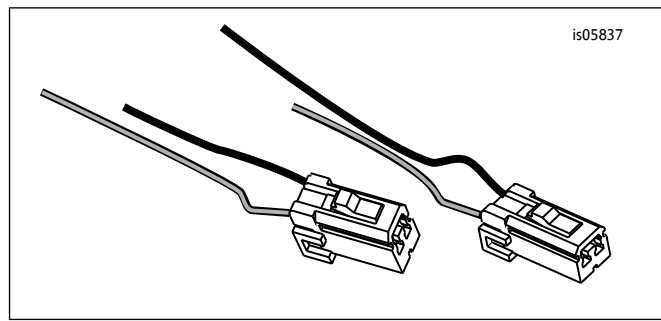

图3。带连接器的修剪线端
导线必须修剪以便于穿过新转向灯横杆。拆下黑色线管以便铰接和错开图3中显示的切口，从而使线管适合在导线铰接到一起之后穿过密封连接器。
4. 参见图3。将黑色(BK)和棕色(BN)导线修剪为离右转向信号插座盒[18B]大约10-15 cm(4-6 in)，并按所示的方式错开。按照同样的方式修剪左转向信号插座盒[19B]的黑色(BK)和紫色(V)导线。保存好带连接器的修剪线端。